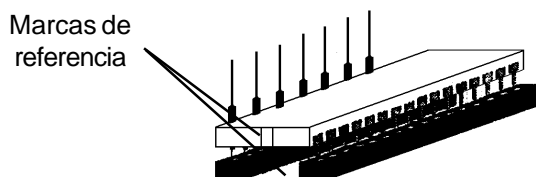

Fig.27 - Posición de la eprom
- a) polaridad de la eprom (ver Fig.27);